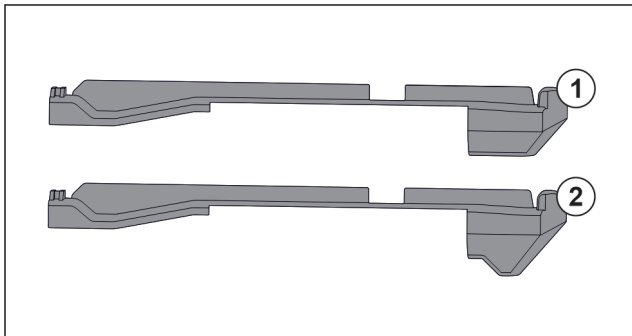

Fig. 18 Confronto degli elementi inseribili
Nell'apparecchiatura si trovano due diversi elementi inseribili. L'elemento inseribile sopra il cassetto più in basso Fig. 18 (2) presenta un bordo triangolare. Tutti gli altri elementi inseribili Fig. 18 (1) dispongono di un bordo diritto.
- ▶ Applicare l'elemento inseribile Fig. 18 (2) con il bordo triangolare sopra il cassetto più in basso.
- ▶ Applicare l'elemento inseribile Fig. 18 (1) con il bordo diritto su tutti gli altri punti.